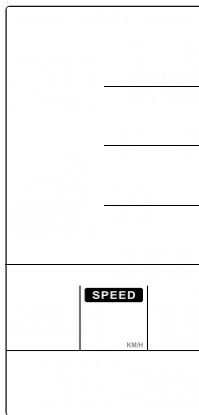

Abbildung 41
1. Halten Sie die Tasten START und ENTER 2 Sekunden lang gedrückt. Ein Signal ertönt und dauert 1 Sekunde. SPEED wird leuchten. KM/H und M/H blinken einmal pro Sekunde (Abbildung 41~42).